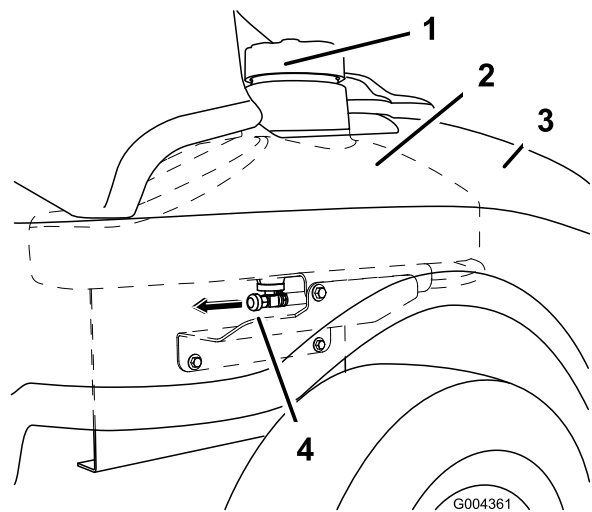

Bild 40
3. Schließen Sie den Kraftstoffhahn vorne unter dem Kraftstofftank (Bild 40).
7. Öffnen Sie den Kraftstoffhahn. Lassen Sie den Kraftstoff in einen Benzinkanister oder ein Auffangwanne ablaufen (Bild 40).